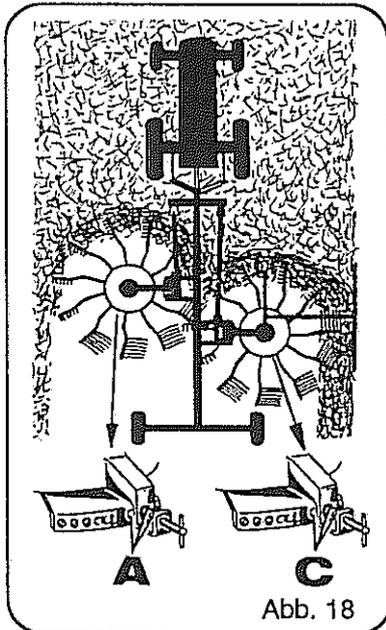

Abb. 18
Beim Rechen von einem seitlichen Großschwad (Abb. 18) sind folgende Punkte zu beachten:
- Kurvenscheibe des linken Kreisels **darf** nur in eine der drei Bohrungen A (Abb. 18) arretiert werden.
- Kurvenscheibe des rechten Kreisels wird in eine der drei Bohrungen C (Abb. 18) arretiert.
Beim Rechen eines seitlichen Großschwades (Abb. 18) darf die Kurvenscheibe des linken Kreisels **nur** in einer der drei Bohrungen A in Abb. 18 arretiert sein. Andernfalls besteht Bruchgefahr der Zinkenarme.
Die Fahrgeschwindigkeit und die Zapfwelldrehzahl ist so zu wählen, daß alles Erntegut von den Zinken sauber zusammengebracht wird. Die Fahrweise wählt man nach den Abb. 18, 19 oder 21.